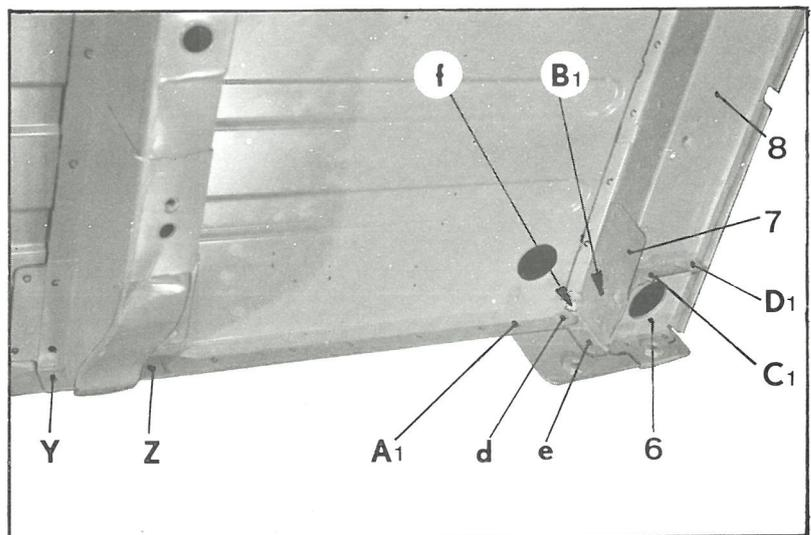

Fig. 6
en f (fig. 6)
- en* Z A₁ (fig. 6)
- en* e et d (fig. 6)